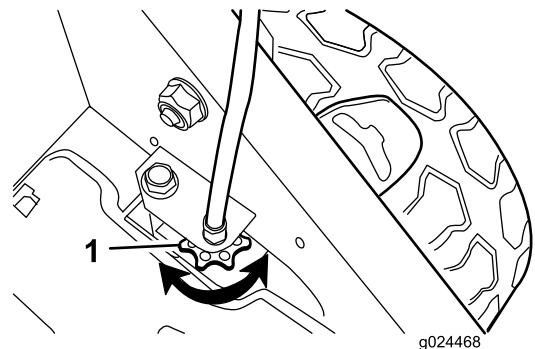

Figura 23
- Si las ruedas no giran al apretar la barra de autopropulsión, la correa de transmisión está demasiado floja. Gire el mando de control de la transmisión de las ruedas (Figura 23) una vuelta en sentido horario y repita los pasos 4 a 6.
transmisión está demasiado apretada. Gire el mando de control de la transmisión de las ruedas (Figura 23) una vuelta en sentido antihorario y repita los pasos 4 a 6.